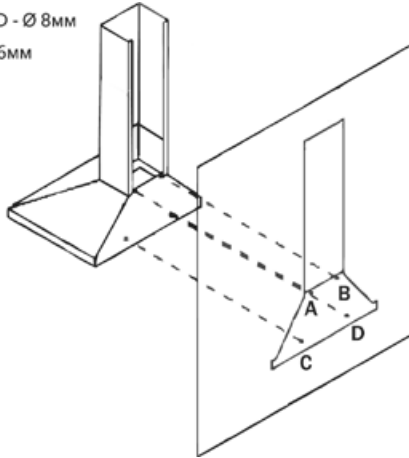

Рис. 11
6. Если Ваша вытяжка будет работать в режиме рециркуляции, на короб мотора необходимо установить угольные фильтры (в комплект поставки не входят) (рис. 7). При этом режиме установка воздуховода на вытяжку не требуется. Рис. 11
8. Установите наружный короб на корпус вытяжки и закрепите его винтами. Внутренний короб поднимите вверх до совмещения узлов крепления короба и планки и соедините их винтами (рис. 11).